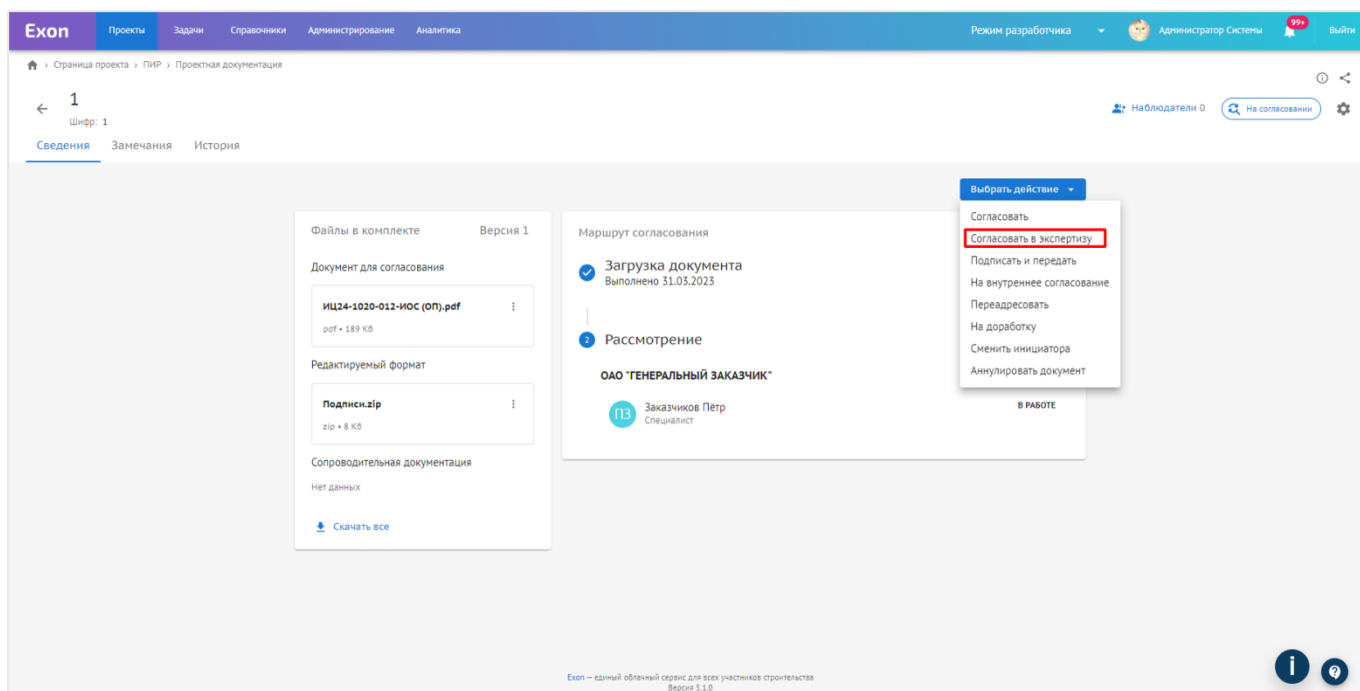

Рис. 88 – Согласование в экспертизу
1.1. Перейти в карточку документа и выбрать действие «Согласовать в экспертизу» (рис. 88);